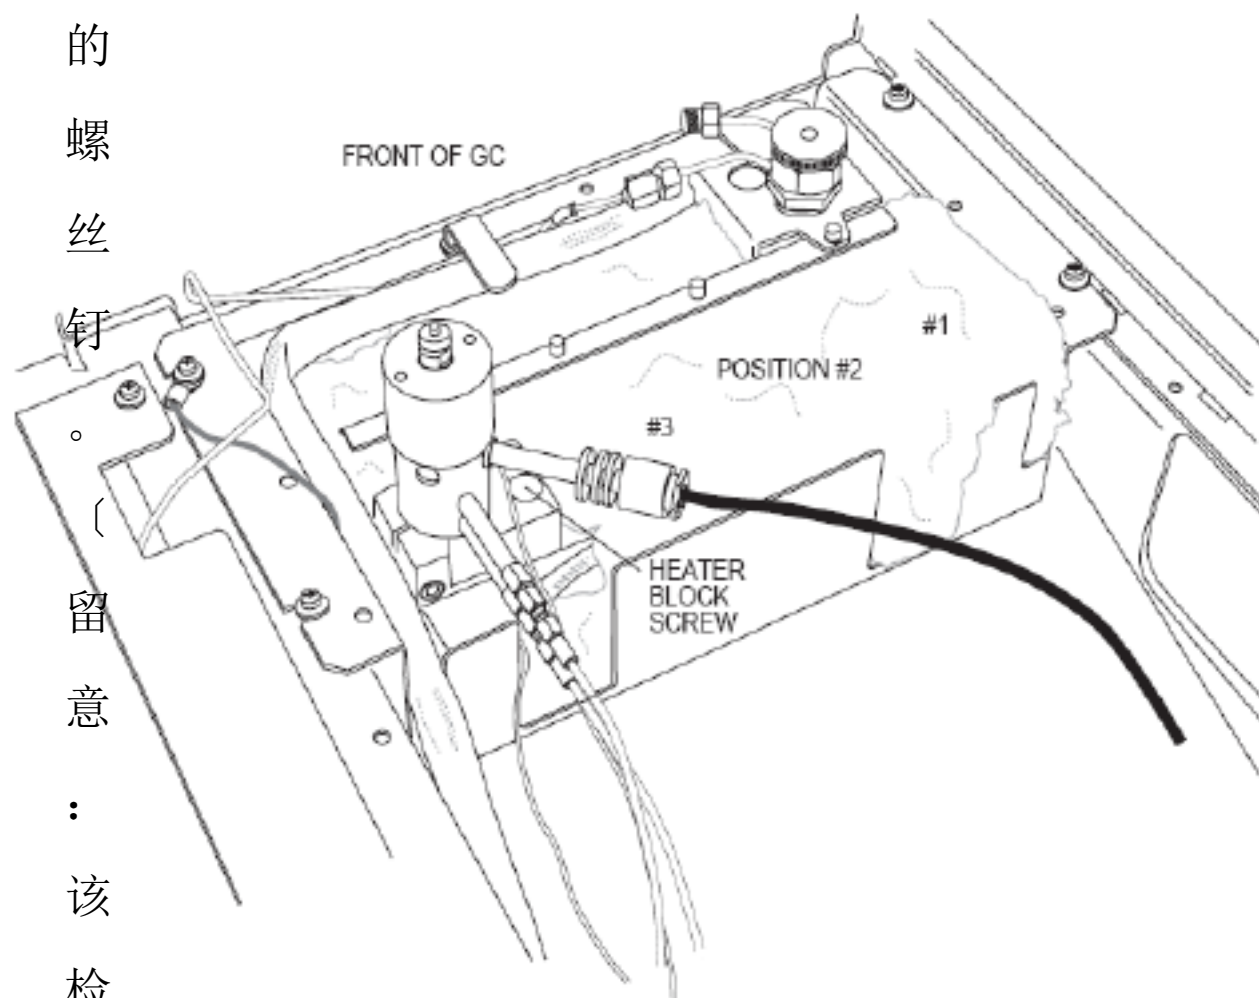

Figure 3: Mounting the detector on the GC
2. 依据图 3 所示，将检测器安放在色谱的顶部，并用加热螺丝钉固定住检测器。